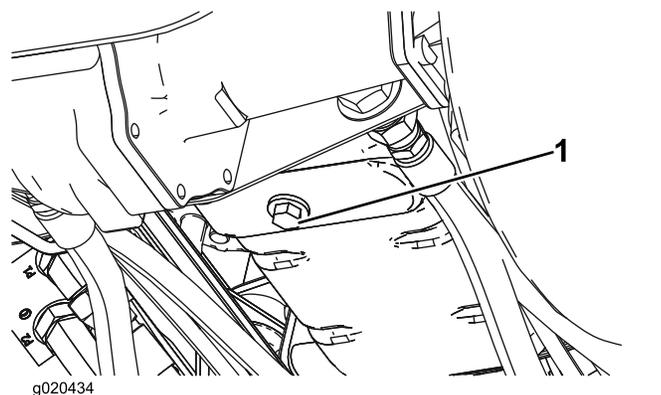

Figura 59
1. Retire o tampão de escoamento (Figura 59) e deixe o óleo escorrer para um recipiente adequado. Quando o óleo parar, volte a montar o tampão de escoamento.